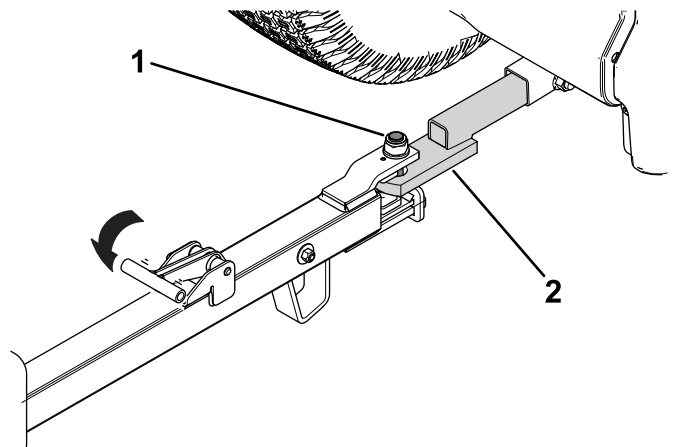

Figura 27
2. Alinhe o pino do garfo com o engate do reboque (Figura 27).
3. Solte o manípulo do garfo (Figura 27) para prender o reboque ao engate do reboque.